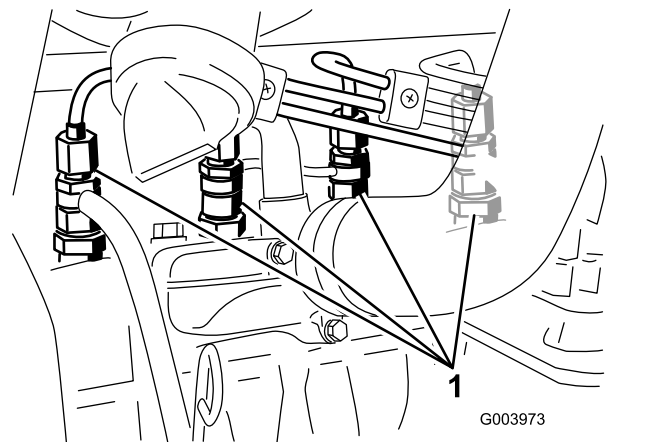

Рисунок 37
- Ослабьте соединение трубки к соплу № 1 и держателю в сборе (Рисунок 37).